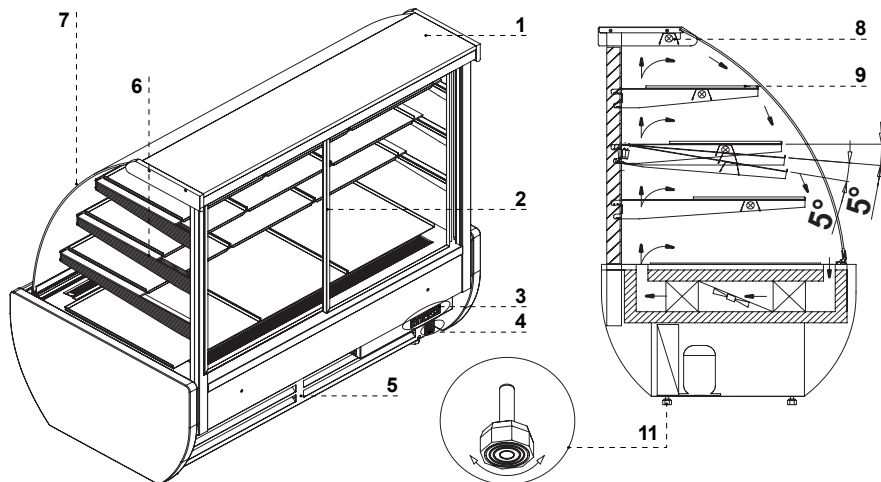

Abb.1 Bau der Anlage „Jamajka“
- Die Anlage auf einer ebener und ausführlich fester Grundlage stellen, dann mit den Beinen justieren Abb.1/11 (S.24)